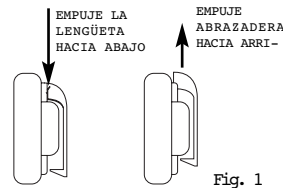

Fig. 1
- Quite primero el sujetador para cinturón. Para ello, tome el sujetador con el pulgar en la parte semicircular inferior y el índice en la lengüeta superior. Simultáneamente, empuje la lengüeta hacia abajo para liberar el sujetador y quitarlo de la ranura (Fig. 1).